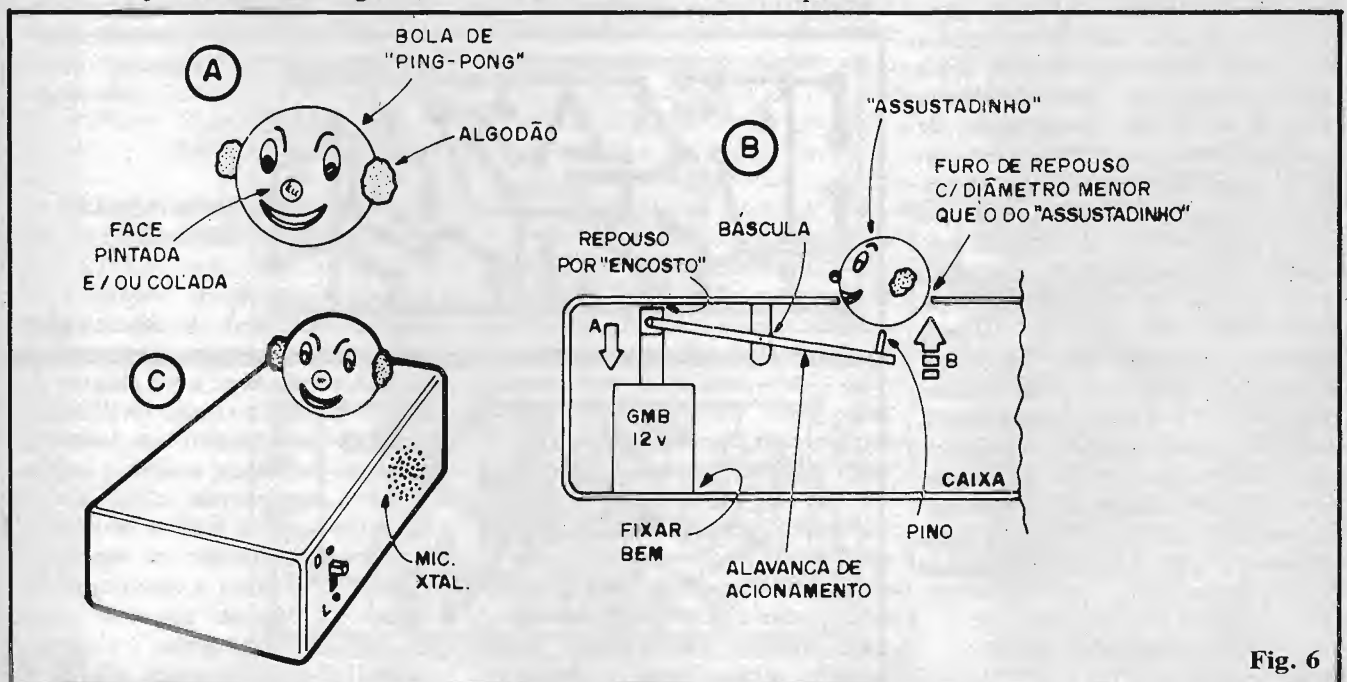

Fig. 6
- **FIG. 6-A** - O bonequinho (o próprio "ASSUSTADINHO"...) em sua mais simples concepção. Uma bolinha de tênis de mesa (ping-pong) é suficientemente leve para a função. Basta pintar ou decalcar "olhos, nariz e boca", artisticamente realizando um palhaquinho - por exemplo - simpático, já com "cara de assustado". O "nariz" pode ser proeminente (uma conta plástica vermelha "funcionará" direitinho...). Nas laterais da cabeça do palhacinho podem ser colados pequenos chumaços de algodão ou tecido, formando os "cabelinhos" do personagem... Lembrar sempre: tão importante quanto "ficar bonito" é... "ficar leve". Assim, **não** utilizar, no bonequinho e na sua "maquilagem", materiais pesados... Convém trabalhar sempre com um "miolo" formado pela bolinha de tênis de mesa ou uma pequena esfera de isopor, e os complementos em papel, tecido, algodão, etc.
- **FIG. 6-B** - Detalhamento mecânico de um dos métodos de lançar o bonequinho para cima, sob a ação momentânea do solenóide. Observe que tanto a alavanca de acionamento, quanto o pino que martelará a base do bonequinho, devem ser de materiais rijos e leves (madeira fina, plástico, alumínio, etc.). A posição do eixo/báscula deverá ser experimentada de modo a se conseguir a melhor relação força/curso, de modo que, quando o pino/cursor do solenóide realizar o brusco movimento "A", o "martelo", na outra extremidade da alavanca, execute o percurso "B", dando um "pontapé no rabo" do boneco, que assim será lançado para cima! Notem ainda o "buraco de repouso" para o boneco, um simples furo redondo com diâmetro um pouco inferior ao do próprio "ASSUSTADINHO", localizado de modo que o pino acoplado à alavanca possa exercer sua ação em ponto rigidamente central, quando der a sua "martelada" para cima... Observe ainda a fixação do solenóide, bem como a determinação de curso dada pelo próprio "encosto" proporcionado pelas paredes internas da caixa (se for
- **FIG. 6-C** - "Por fora", o sistema mecânico sugerido na fig. 6-B poderá assumir o lay out mostrado. Uma caixa relativamente longa, tendo, na sua superfície frontal (tampa) o bonequinho repousando no respectivo furo e, lateralmente, o microfone de cristal e a chave interruptora... Notem, contudo, que esse é **apenas um** dos acabamentos possíveis, já que muitas variantes podem ser imaginadas pelo Leitor/Hobbysta, sem grandes problemas...